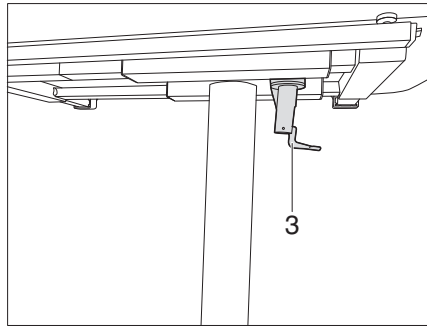

Fig. 115 Bloquear la mesa plegable
- Girar la palanca de bloqueo (Fig. 115,3) hacia la derecha. La mesa elevadora está bloqueada y no puede moverse.